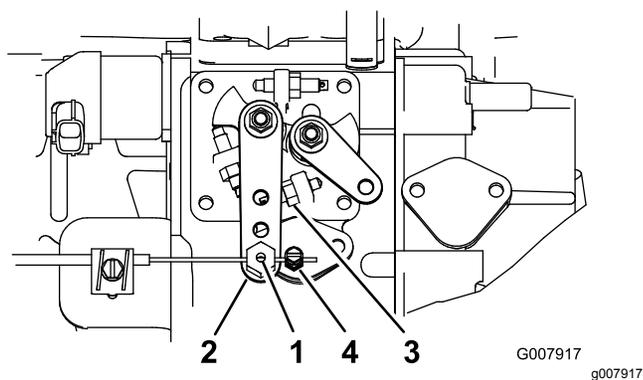

图55
2. 拧松油门拉线接头接头位于油门拉线上靠近喷射泵控制杆的地方图55。
3. 将喷射泵控制杆臂固定到高怠速限位螺栓图55上。